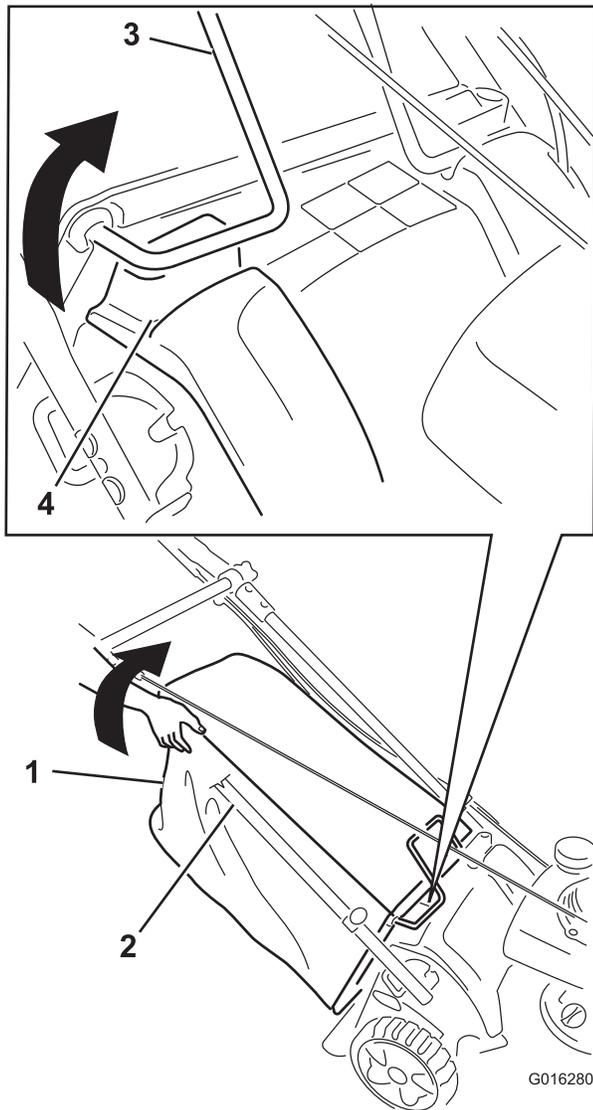

Bild 56
5. Heben Sie die rechte obere Kante hinten am Fangkorb bei laufendem Motor so weit ein, bis der Drahtkorbrahmen an der rechten oberen Kante vorne am Fangkorb ganz aus dem rechten Schlitz gehoben ist (Bild 56). **Der Motor muss dann abstellen.**